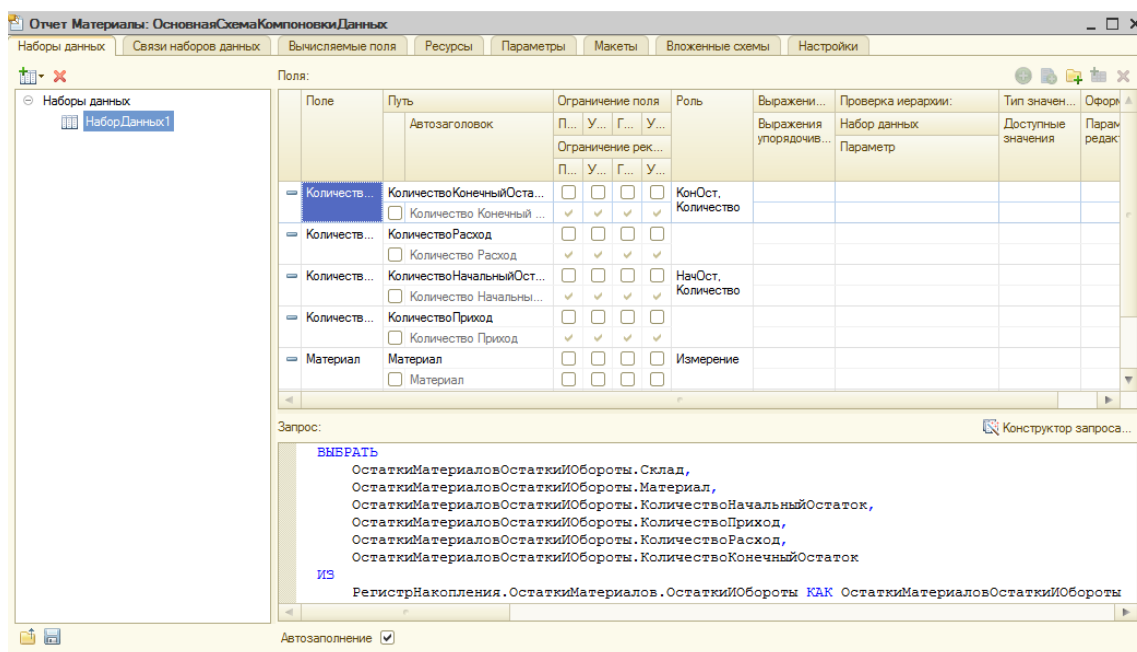

Рисунок 59 Автоматически сформированный запрос
6. Система автоматически создаст запрос по нажатию на кнопку «ОК» (рис. 59):